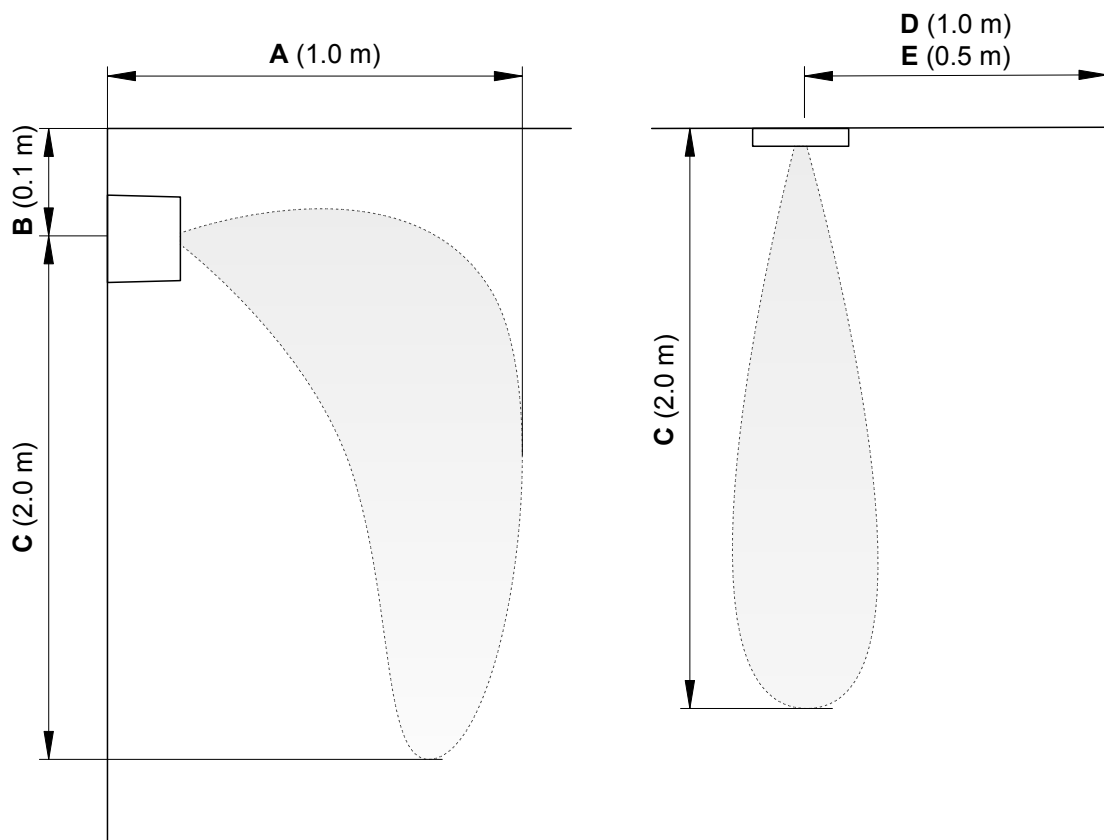

Abb. 15: Einzuhaltende Minimalabstände bei der Platzierung der Sprühköpfe
- Die Sprühköpfe sind so zu platzieren, dass sich der Nebel frei im Raum verteilen kann und nicht gegen Hindernisse, wie Säulen, Mobiliar, kalte Aussenwände, Fensterflächen, etc. gerichtet ist, an denen die feuchte Luft kondensieren könnte. Die einzuhaltenden Minimalabstände sind nachfolgend aufgeführt und in der Abb. 15 ersichtlich.